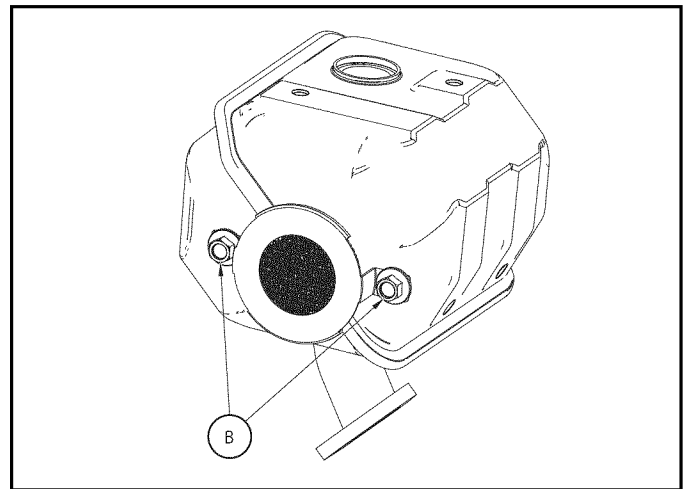

Figura 6-11. Retiro del supresor de chispas
2. Retire el supresor de chispas del silenciador aflojando los dos (2) pernos (B) (Figura 6-11).